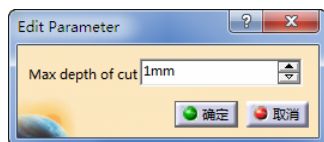

图 6-116 “Edit Parameter”选项卡 (5)
- 双击“Max depth of cut”, 在弹出的“Edit Parameter”选项卡 (5) 中输入“1mm”, 如图 6-116 所示。